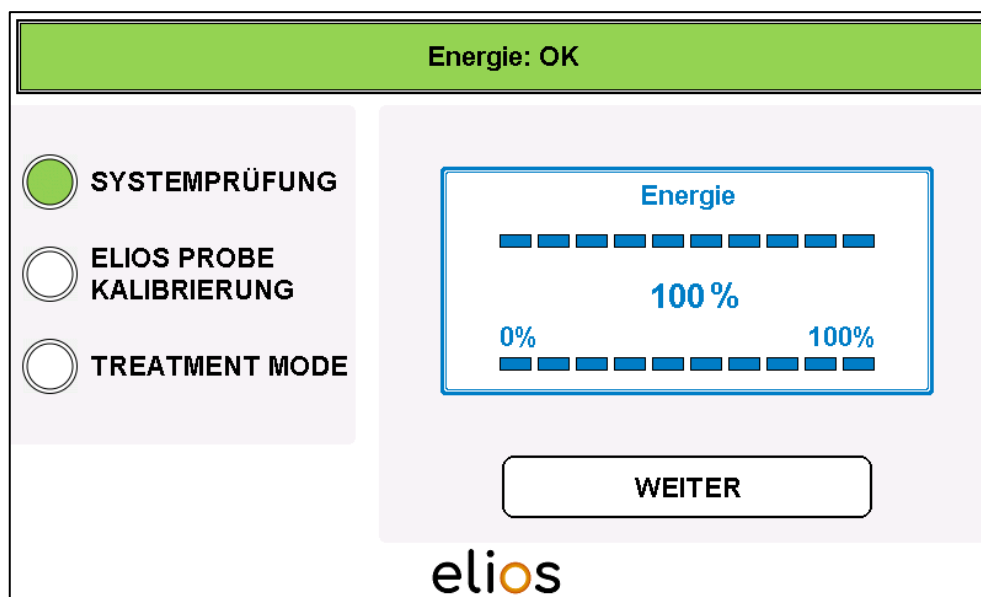

Abb. 4-3: interne Energieregulung
- Sobald dann der Fußschalter gelöst wird, kann mit der Taste „**WEITER**“ zur ELIOS PROBE KALIBRIERUNG gewechselt werden (Abb. 4-3).